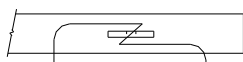

Figura 3
①	Cant. (2)	Perno de carruaje 7/16-14 X 1.50 GR5	⑤	Cant. (1)	Perno GR5 en U 3/8
②	Cant. (2)	Espaciador	⑥	Cant. (2)	Arandela cónica - 3/8
③	Cant. (2)	Arandela cónica - 7/16	⑦	Cant. (2)	Tuerca hexagonal, 3/8
④	Cant. (2)	Tuerca hexagonal, 7/16	⑧	Cant. (2)	Cable de halar, 7/16
- Baje el escape, (2) aisladores de goma en el escape sencillo, (4) aisladores de goma en el escape doble. Nota: Rociar un lubricante o agua jabonosa en el vástago del gancho de metal y el aislador de goma ayuda para el desmonte.
- Introduzca los espaciadores y los pernos de carruaje en su posición usando los cables de halar que se suministran (ambos largueros). Deje el cable de halar instalado. Nota: Es mucho más fácil si el perno y el espaciador no están unidos cuando se insertan en el bastidor, consulte la ilustración. Ver Figura 3.